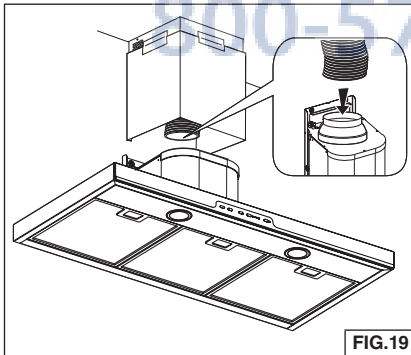

FIG.19
7. Estire el conducto expansible, fíjelo al adaptador de 5" a 6" y coloque cinta adhesiva en las juntas. Fig. 19.